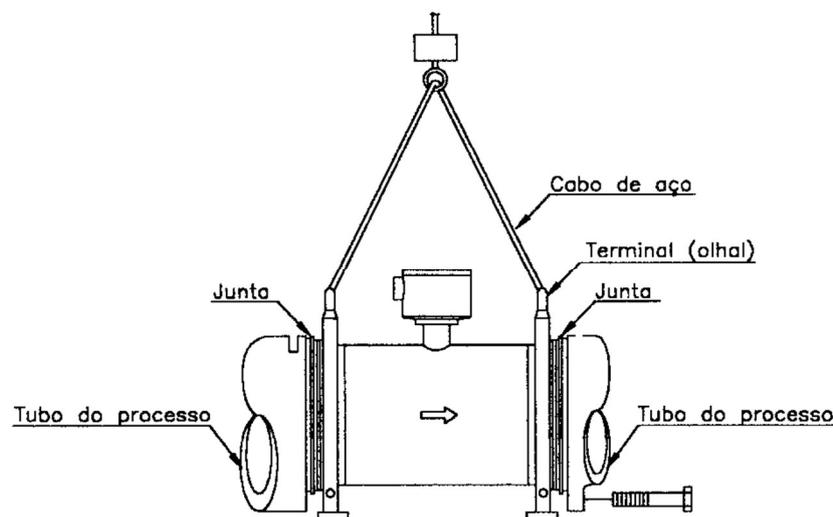

Figura 8
- Para erguer o medidor, use cabos que podem seguramente suportar o medidor e conecte-o aos orifícios do medidor. Veja **Figura 8**.